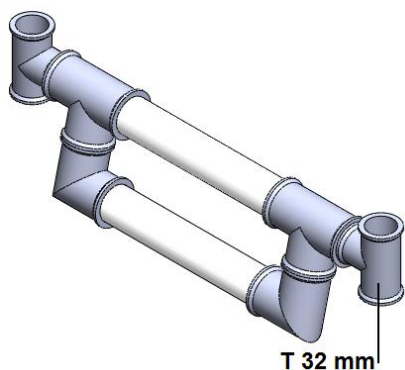

Figura 34. Montagem Final – Passo 7
- Passo 7: Junte o cano 434X32 mm do conjunto montado no passo 5 com a conexão "T 32 mm", como mostrado na figura 34 (1 unidade);